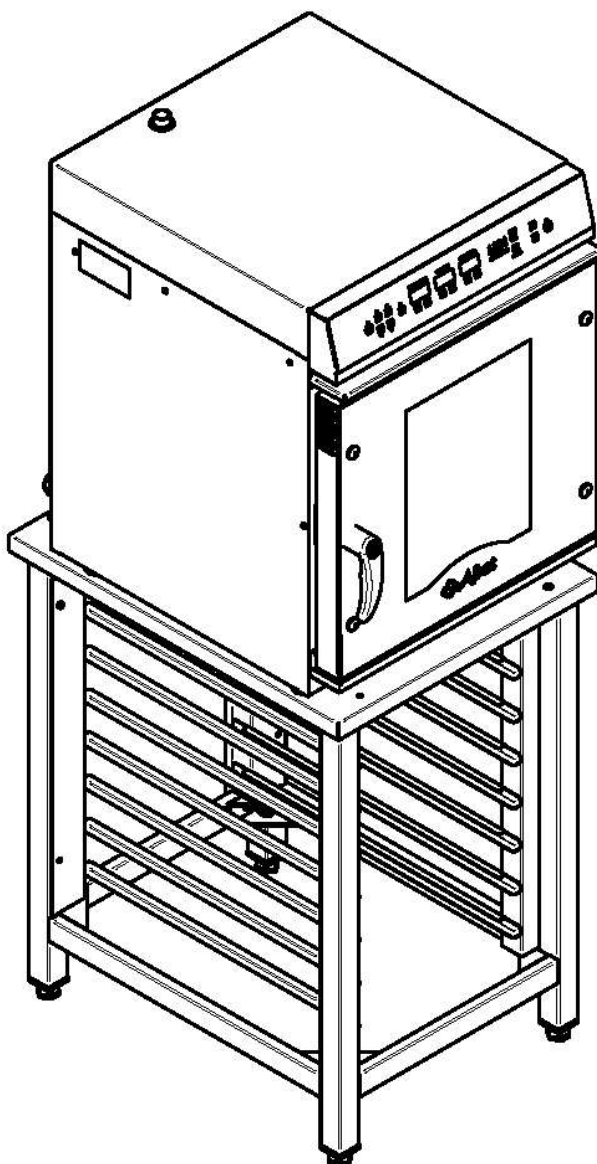

Рис. 4. Пароконвектомат установленный на подставке.
- установите пароконвектомат на стол, подставку (рис.4) ПК-8-02 (завод изготовитель АО «Чувашторгтехника» г. Чебоксары, код для заказа 110000009828);